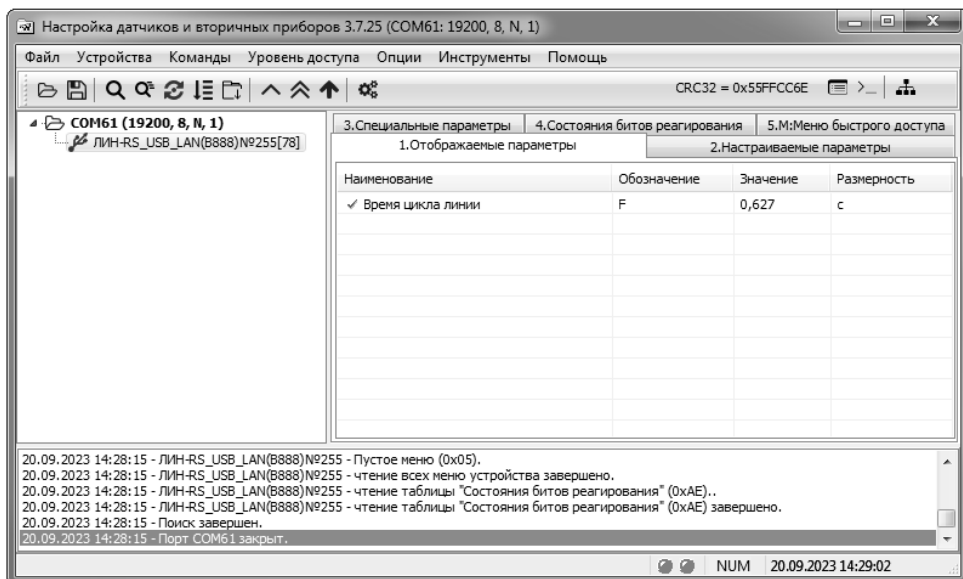

Рисунок 61 – Окно программы «Настройка датчиков и вторичных приборов»
3.16.7 Если подключение выполнено верно, программа установит связь с адаптером (рисунок 61). В левой части окна программы отобразится найденное устройство. Появятся вкладки с параметрами адаптера.